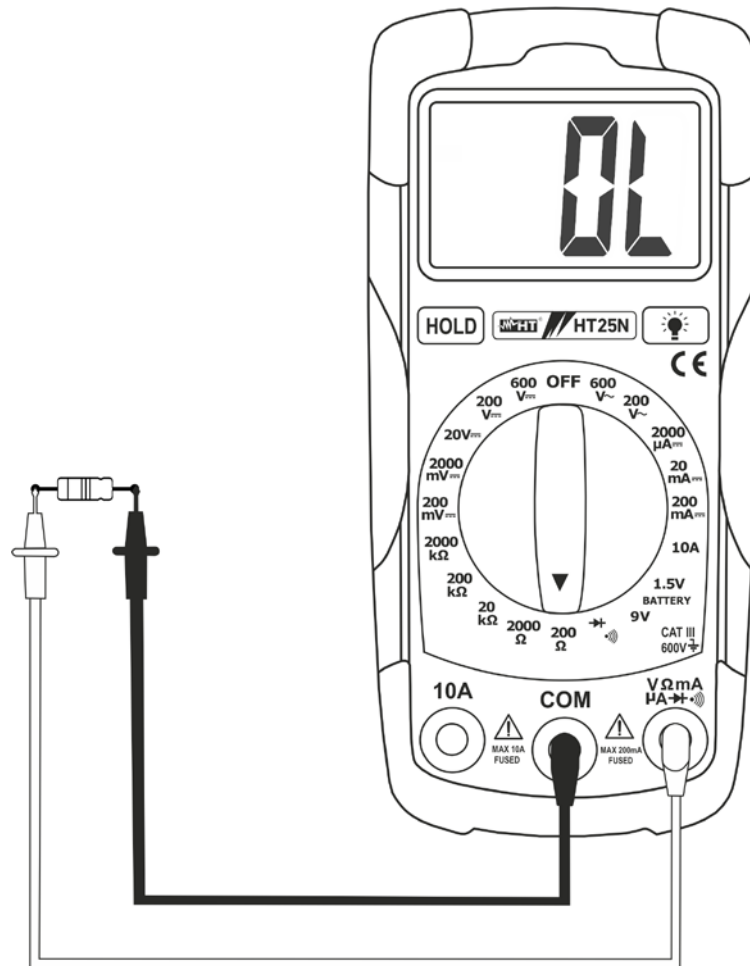

Abb. 5: Widerstandsmessung
3. Verbinden Sie die Messleitungen mit dem Messkreis (s. Abb. 5). Der Widerstandswert wird angezeigt.